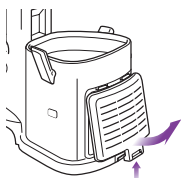

Fig. 22
- 1 Retirez le couvercle du filtre de l'avant de l'aspirateur en tirant l'onglet vers le haut et en retirant le couvercle de l'aspirateur. (Fig. 22)